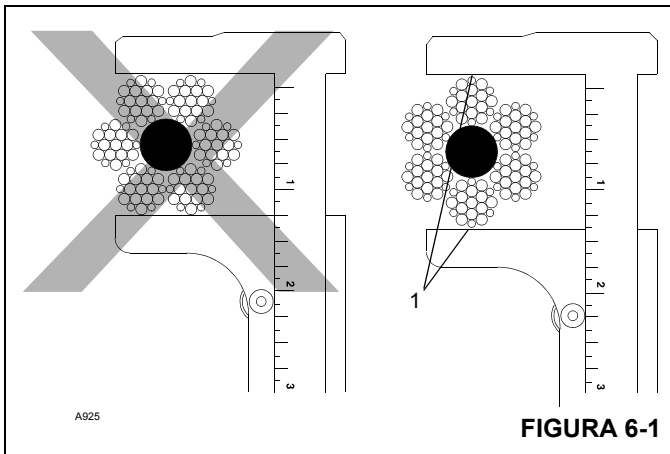

FIGURA 6-1
- Mida el diámetro del cable entre las coronas de las trenzas para determinar si el cable se ha dañado; consulte la Figura 6-1.